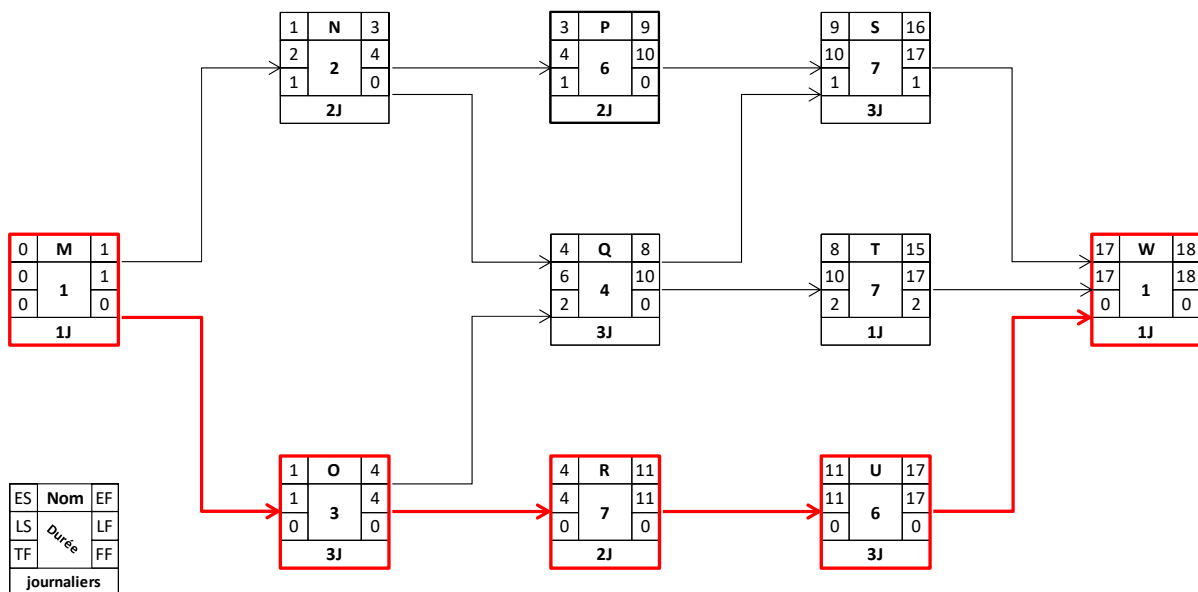

Figure 1 – Conflit de ressources
La figure 1 démontre le réseau, le chemin critique et, pour chaque activité, les dates de début au plus tôt (ES), fin au plus tôt (EF), début au plus tard (LS), fin au plus tard (LF), la marge totale (TF), et la marge libre (FF).